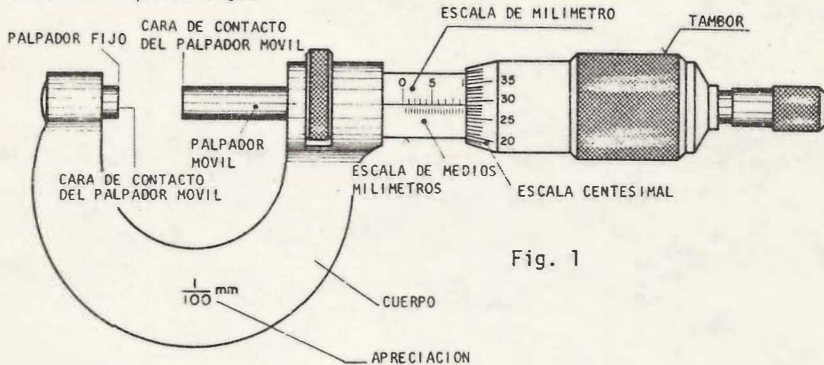

Fig. 1
*Funcionamiento* - Como muestra la fig. 1, en la prolongación del palpador móvil hay un tornillo micrométrico fijo al tambor. Este se mueve a través de una tuerca ligada al cilindro. Cuando se gira el tambor, su escala centesimal se desplaza en torno al cilindro. Al mismo tiempo, conforme el sentido de movimiento, la cara de la punta móvil se aproxima o se aleja hacia la cara de la punta fija.